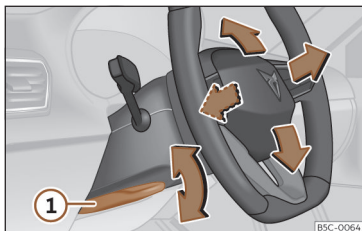

Fig. 4 Palanca en la parte inferior del lateral izquierdo de la columna de dirección.
- Tire de la palanca»» **fig. 4 1** hacia abajo, mueva el volante hasta la posición deseada y vuelva a subir la palanca hasta el punto de cierre.
- Tras ajustar la columna de la dirección, empuje firmemente la palanca»» **fig. 4 1** hacia arriba para que el volante no cambie de posición accidentalmente durante la marcha.